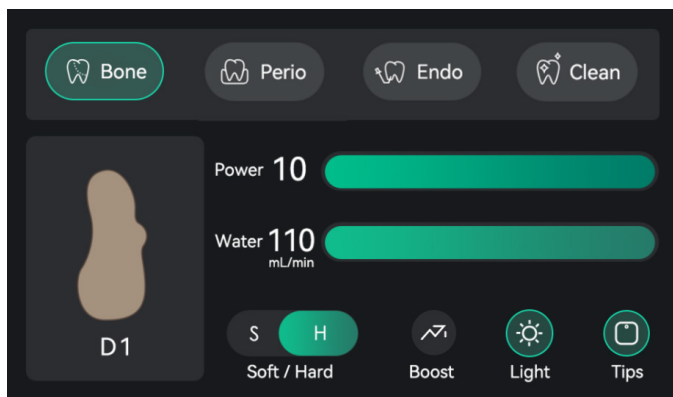

Рис. 8
Как показано на Рис. 8, когда в зеленой рамке выбрано название режима «Bone» (Кость), устройство находится в режиме резки кости. В этом режиме можно регулировать параметры «Power» (Мощность) и «Water volume» (Объем воды) с помощью слайдеров. При этом уровни мощности от 1 до 10 соответствуют изображениям плотности кости от «D4» до «D1» на левой стороне экрана.
7.2.1 Функция BONE (Рис. 8)